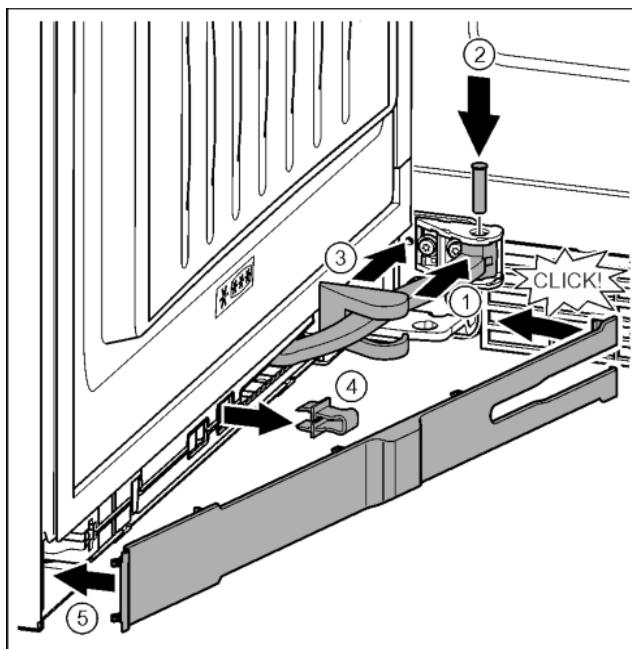

Fig. 46
- Повернуть шарнир в навеске. Fig. 46 (1)
- С помощью отвертки T15 вставить палец в навеску и шарнир. При этом следить за тем, чтобы выступ фиксатора занимал правильное положение в пазу. Fig. 46 (2)
- Переместить крышку опорного кронштейна вдоль шарнира и установить над навеской. Fig. 46 (3)
- Снять предохранитель. Fig. 46 (4)
- Установить накладку со стороны ручки и повернуть. Fig. 46 (5)